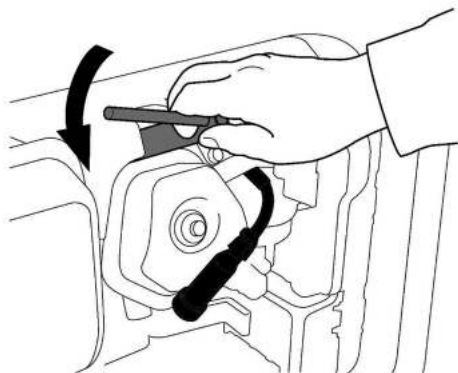

Рис. 11. Обслуживание свечи зажигания
2. Открутите свечу зажигания свечным ключом (Рис. 11).